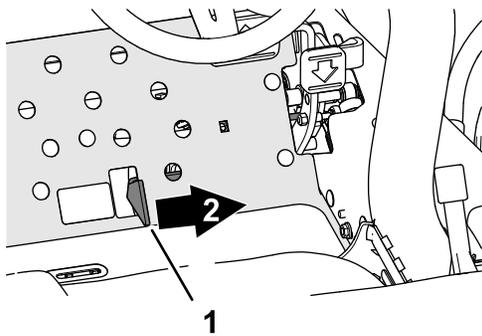

Figura 37
4. Empuje la palanca de bajar/segajar/elevar hacia delante (Figura 37) para bajar y poner en marcha las unidades de corte (las unidades de corte delanteras están configuradas para bajar antes que las unidades de corte traseras).